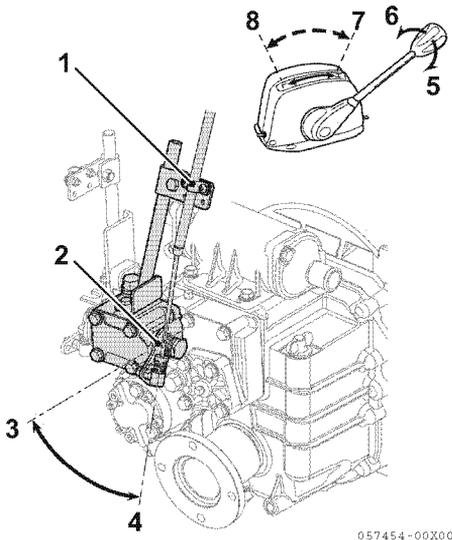

Figure 10
1. Assicurarsi che la leva pesca a traina (**Figure 10, (2)**) sia nella posizione alta velocità (**Figure 10, (4)**) quando l'impugnatura del comando a distanza pesca a traina è in posizione alta velocità (**Figure 10, (7)**).
2. Assicurarsi che la leva pesca a traina sia nella posizione bassa velocità (**Figure 10, (3)**) quando l'impugnatura del comando a distanza pesca a traina è in posizione bassa velocità (**Figure 10, (8)**).
3. Per regolare, allentare la vite di regolazione del raccordo cavo (**Figure 10, (1)**) e regolare la posizione del cavo.